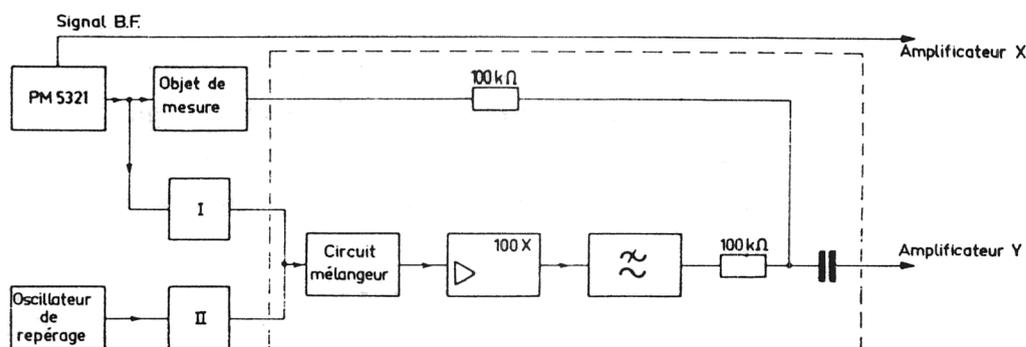
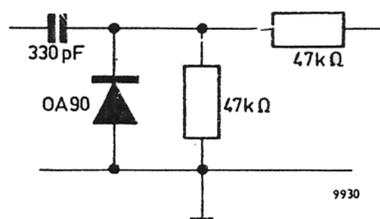
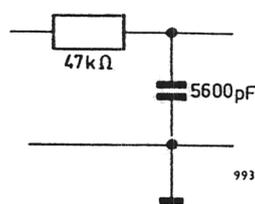

Fig. 6. Production des repères de fréquence
Fig. 7. Circuit mélangeur
Fig. 8. Filtre passe-bas
La figure 6 donne un aperçu schématique du principe. La manière dont se produit la courbe de réponse a déjà été décrite précédemment. Les signaux du générateur PM 5321 et de l'oscillateur de marquage sont transmis à une diode changeuse de fréquence par l'intermédiaire des étages de séparation I et II. Le signal à l'entrée du circuit mélangeur (fig. 7) est donc formé par la superposition du signal FM du PM 5321 (à fréquence centrale f_1 de 10,7 MHz) et par le signal non modulé de l'oscillateur de marquage (à fréquence f_2 se trouvant dans la gamme du PM 5321). Ces deux signaux fournissent à la sortie de la diode changeuse de fréquences des produits de mélange dont les composantes de fréquence sont formées entre autres par f_1 , f_2 , $(f_1 + f_2)$ et $(f_1 - f_2)$. Derrière le circuit mélangeur de fréquence sont montés un amplificateur B.F. et un filtre passe-bas (fig. 8), qui ne laisse passer que la composante à la fréquence différentielle. Dès que les fréquences des deux signaux se rapprochent suffisamment, leur différence fournit une composante B.F. qui sera transmise par la combinaison amplificateur/filtre. Au moment où les deux fréquences ont la même phase et la même amplitude, leur différence est nulle. Un instant plus tard, les fréquences diffèrent à nouveau l'une de l'autre, et il se forme à nouveau une composante B.F. On s'attendrait donc à ce que l'impulsion obtenue ait la forme représentée sur la fig. 9.
Les étages séparateurs I et II (fig. 6) assument une double fonction. Tout d'abord, ils préviennent une éventuelle influence mutuelle des générateurs et ensuite, ils empêchent l'application du signal de l'oscillateur de marquage à l'appareil à contrôler. A cet effet, les meilleurs résultats seront obtenus à l'aide de tubes à charge cathodique ou de transistors à charge d'émetteur. Dans de nombreux cas, une suppression complète des signaux indésirables n'est pas absolument nécessaire et ce tube à charge cathodique ou ce transistor à charge d'émetteur peuvent être remplacés par les résistances de 330Ω .
- L'amplificateur GM 4574, comprenant la partie encadrée sur la fig. 6, sauf le circuit mélangeur. La largeur de bande de cet amplificateur doit être réglée à "1-1000 Hz".